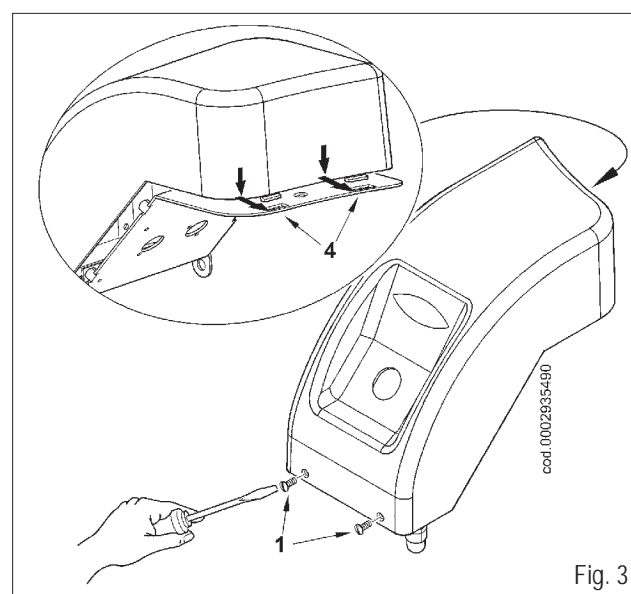

Fig. 3
- 3) Volver a cerrar la tapa prestando atención para posicionar correctamente los dos ganchos (4) en los alojamientos correspondientes (fig. 3).